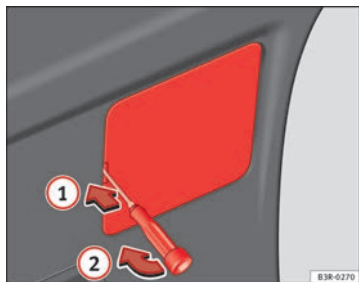

Abb. 230 Abdeckung in der Heckklappenverkleidung entfernen
- Stecken Sie einen Schraubendreher in die Aussparung der Abdeckung ⇒ Abb. 230 ① und hebeln Sie die Abdeckung heraus ②.